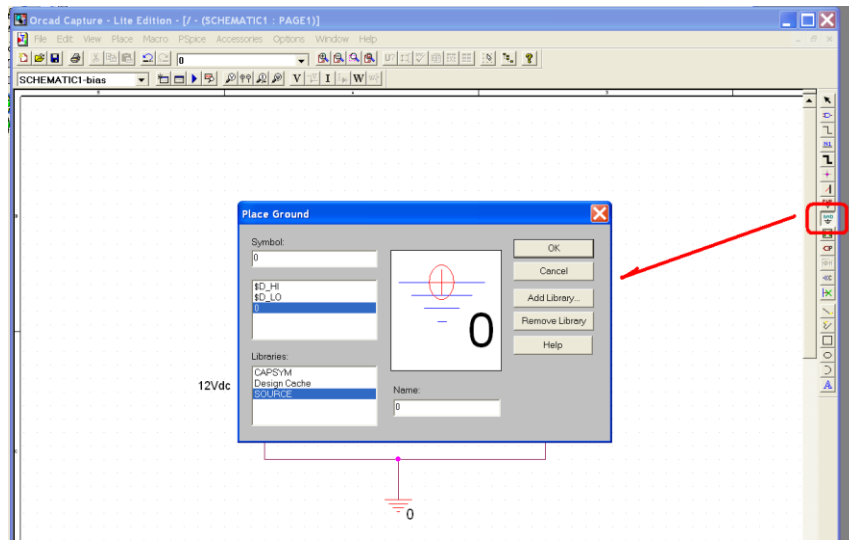

图 8. 用这个符号画地线,
4) 要说明的是用这个符号  画连接线, 用这个符号  画地线, 见图 8.